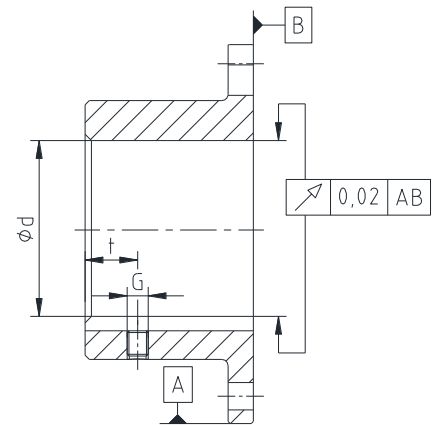

Bild 5: Rund- und Planlaufgenauigkeit
- Bei Herstellung der Flanschnabenbohrung durch den Kunden ist die Rund- bzw. Planlaufgenauigkeit (siehe Bild 5) einzuhalten.